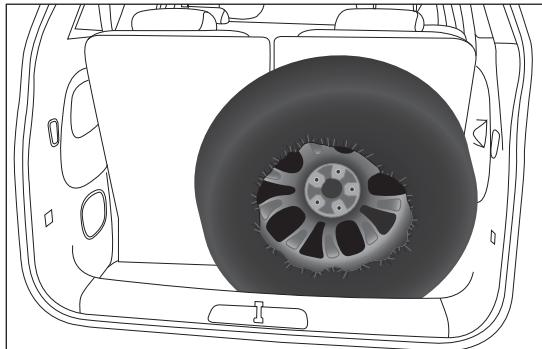

fig. 41
- Con sedili posteriori terza fila non abbattuti:* rimuovere la tendina copribagagliaio (che va posizionata davanti ai sedili posteriori della seconda fila) quindi posizionare la ruota forata all'interno del bagagliaio, posizionandola come illustrato in fig. 41 (mozzo ruota rivolto verso l'interno dell'abitacolo in modo da evitare la caduta della ruota stessa in fase di chiusura del portello bagagliaio).